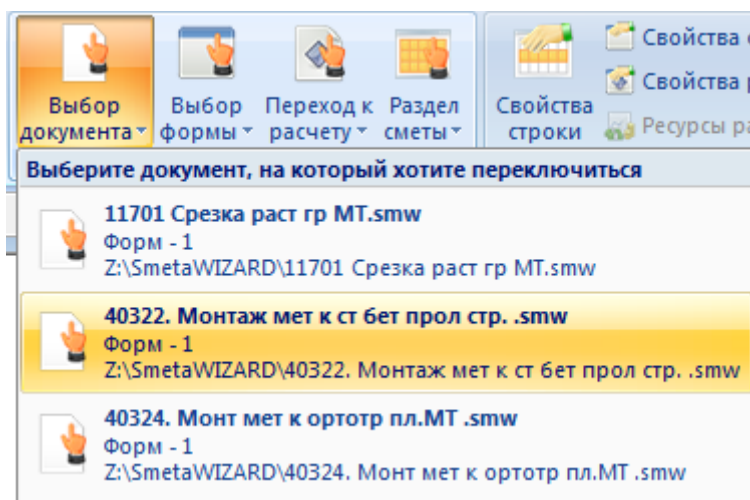

Рис. 1.18 Переключение между открытыми документами
2. В открывшемся списке открытых документов выбрать документ, к которому необходимо перейти (рис. 1.18).